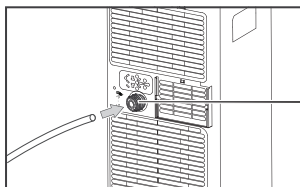

Рис. 24
3. Подсоедините сливной шланг 1/2" или 12,7 мм диаметром (рис. 24).